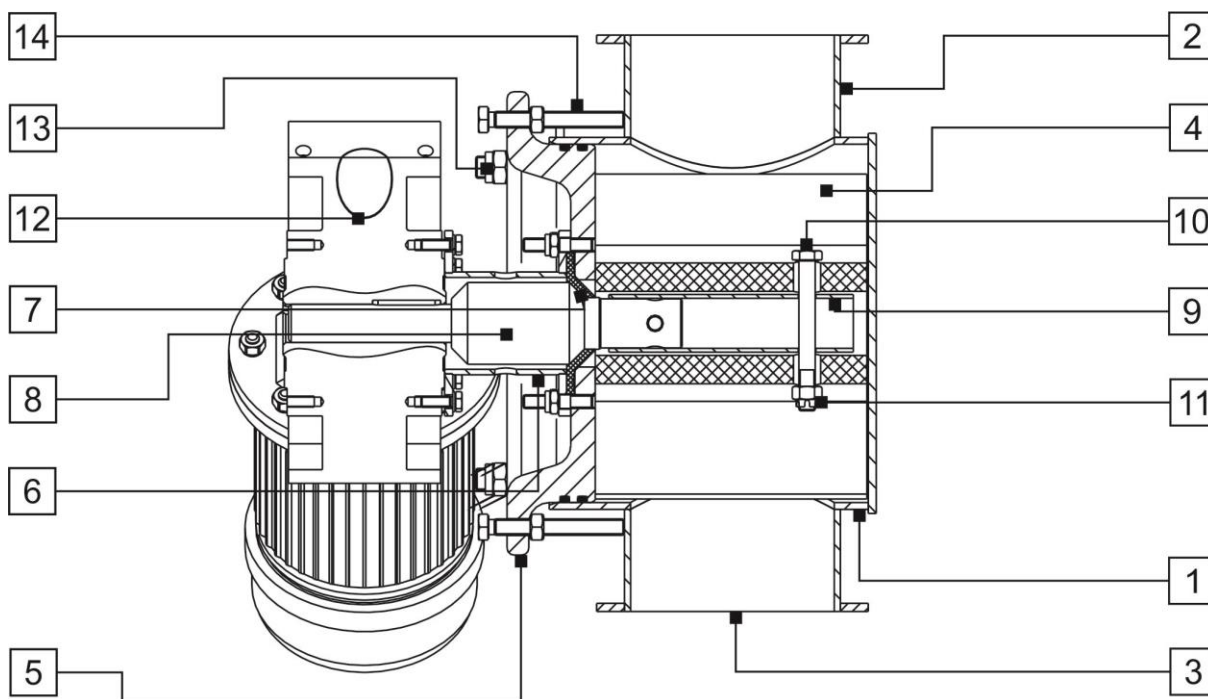

Рис. 11
Шлюзовой затвор (Рис. 11) состоит из корпуса (1) с загрузочным (2) и разгрузочным (3) патрубками. Внутри корпуса (1) расположен эластичный ячейковый ротор (4). С одной стороны корпуса (1) установлена глухая крышка, с другой - крышка подвижная (5).